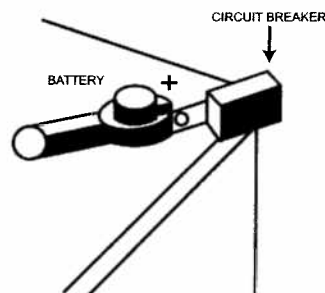

Figure 4
- Reliez le disjoncteur à la batterie comme illustré par la figure 4.
- Schließen Sie den Trennschalter wie in Abbildung 4 gezeigt an die Batterie an.
7. Connect the circuit breaker to the battery as shown in figure 4.